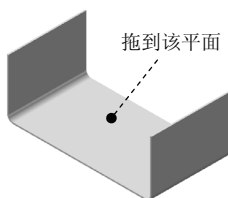

图 4.2.8 成型工具特征 1
Step1. 放置成型工具特征。在“设计库”预览对话框中选择 single rib 文件并拖动到图 4.2.8 所示的平面，在“成型工具特征”对话框中单击 按钮。